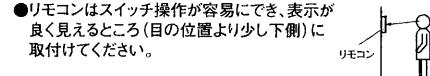

図1
### 〈図1〉下カバーの外しかた
- 下ケースの「ケーブルロ」をニッパーなどで切欠く。(図1)
- リモコンケーブルを付属のY型端子に圧着して端子に接続し、リモコンケーブルをリード線止めに止め。(図1)
- 埋込用スイッチボックスから出ているリモコンケーブルを付属のY型端子に圧着して、端子に接続する。(図1)